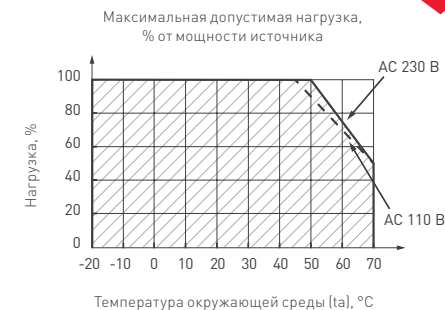

Рис. 3. Нагрузочная способность источника питания в зависимости от температуры
- Не нагружайте источник питания более 80% от его максимальной мощности. Учитывайте, что с повышением температуры окружающей среды максимальная мощность источника питания снижается (см. график зависимости на рис. 3).